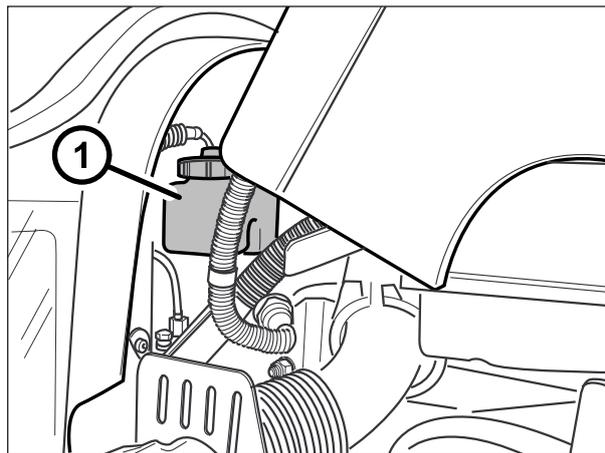

Abb.7-38-Behälter der Bremsflüssigkeit (1)
- 1 - Überprüfen, ob der Vorratsbehälter (1 - Abb.7-38) voll ist.
- 7 - Nach Abschluss des Arbeitsganges den Behälter bis zum vorgeschriebenen Ölstand auffüllen (1 - Abb.7-38).
**HINWEIS:** Zum Wechseln oder Nachfüllen der Flüssigkeit im Behälter des Bremskreislafs (1-Abb.7-38) vorsichtig sein, weil für diese Fahrzeuge ein Öl auf Mineralbasis benutzt wird, Bezug auf die Füllmengentabelle nehmen, was die zu benutzende Ölart angeht. Vermeiden Sie es unbedingt, unterschiedliche Sorten zu verwenden oder zu vermischen, weil sonst in kurzer Zeit das Bremssystem des Traktors ganz ausfallen könnte.